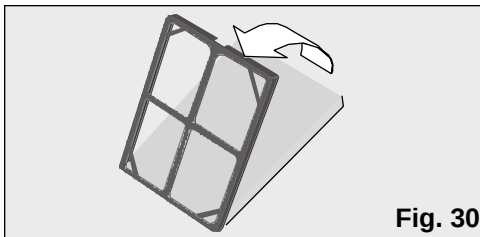

Fig. 30
- Verificate che il filtro purificatore sia collocato nella cornice: altrimenti, installatelo come indicato dalla **Fig. 30**. Collocate la parte scura del filtro a contatto con la cornice.